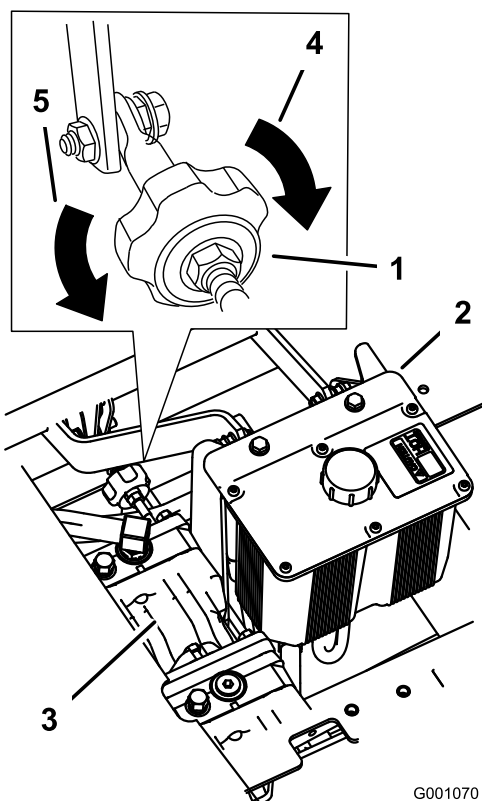

Bild 69
2. Stellen Sie die Länge der Pumpstange ein, indem Sie das Handrad an der Stange so weit in die entsprechende Richtung drehen, bis das Rad stillsteht oder sich leicht zurückdreht (Bild 69).